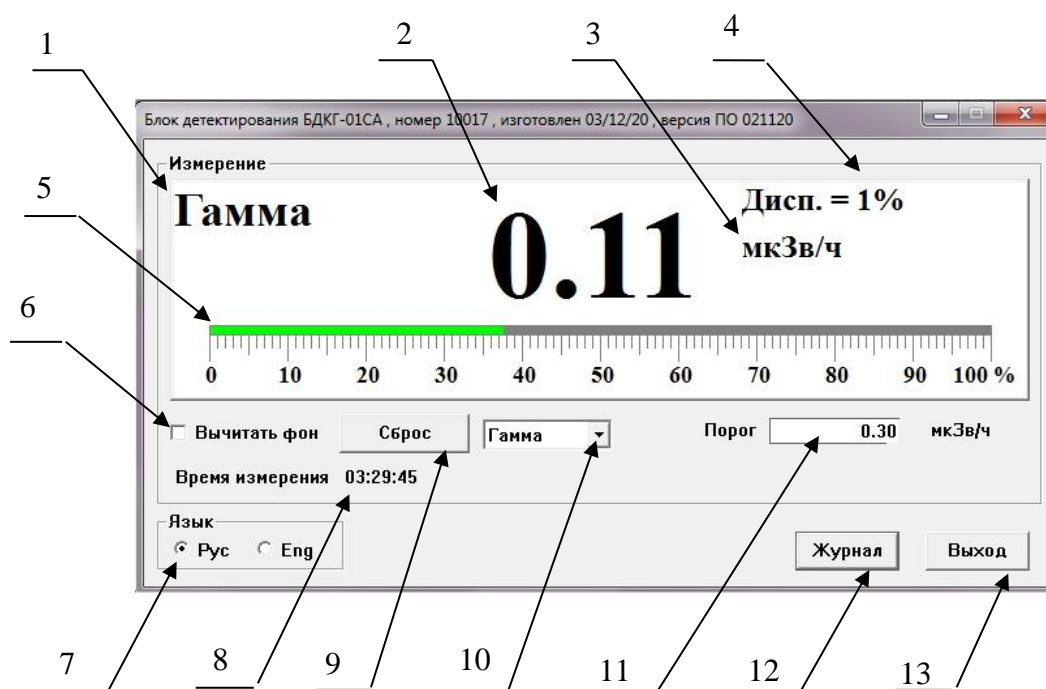
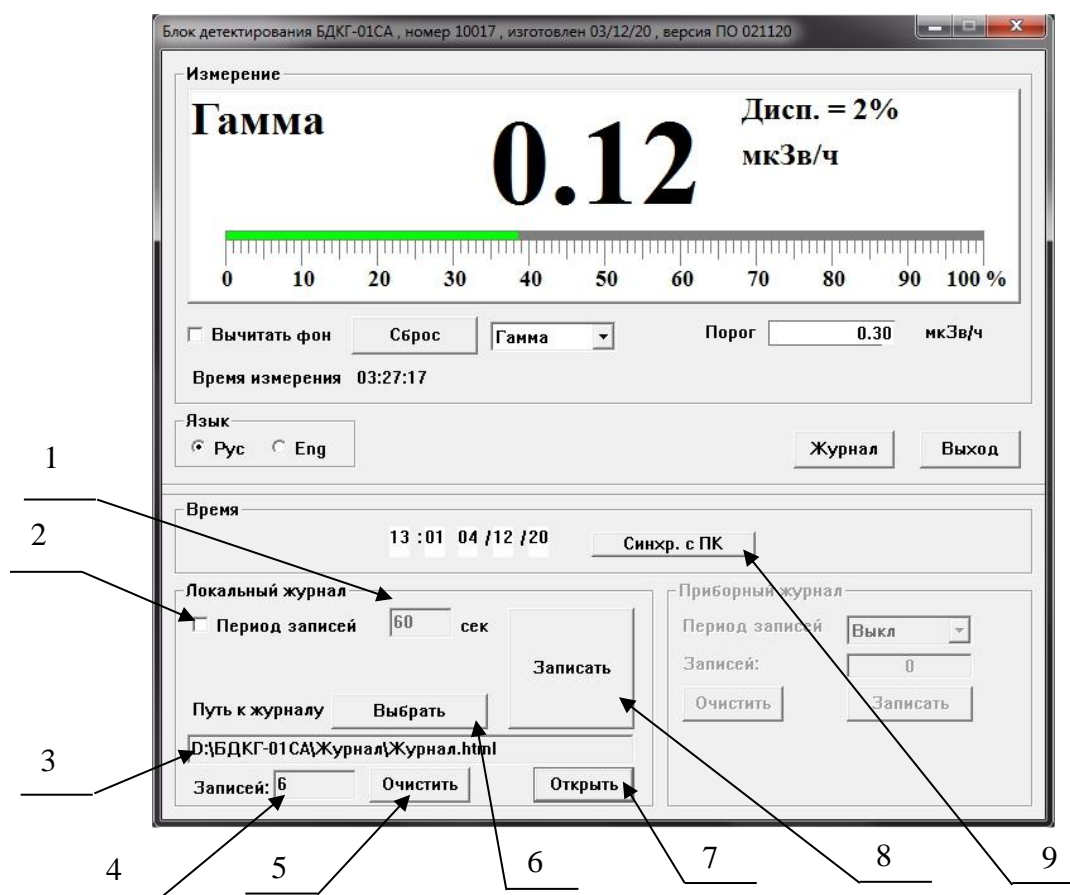

Рис. 9. Окно программы «CONTROL_BD»
Рис.10. Окно настройки параметров журнала программы «CONTROL_BD»
2.4.3 Запустите программу «CONTROL_BD» двойным кликом левой кнопкой мыши по иконке программы. На экране появится Окно программы Рис. 9.
2.4.4 Выберите необходимый режим измерения «ГАММА», «ДОЗА» или «ПОИСК» в окне 10 (Рис. 9)
2.4.5 Для автоматического вычитания фона дождитесь требуемой статистической погрешности и поставьте галочку в окне 6 (Рис. 9). При этом значение вычитаемого фона будет отображаться в поле интерфейса программы. Это значение фона будет вычитаться из всех последующих измерений в выбранном режиме работы.
2.4.6 Установите необходимый порог сигнализации для выбранного режима измерения 11 (рис. 9) и нажмите «Enter».
2.4.7 Для начала нового измерения нажмите кнопку «Сброс» 9 (Рис. 9).
2.4.8 Для настройки параметров журнала нажмите кнопку «Журнал» 12 (Рис. 9). При этом откроется область для настройки режимов записи результатов измерения в журнал Рис. 10.
2.4.9 Для создания файла журнала нажмите кнопку «Выбрать» 6 (Рис. 10).
- в адресной строке программы «CONTROL_BD» появится путь к созданному журналу 3 (Рис. 10).
2.4.10 Для того, чтобы открыть уже существующий файл журнала, нажмите кнопку «Выбрать» 6 (Рис. 10).
2.4.11 Для синхронизации времени и даты записей в журнале с ПК нажмите кнопку «Синхр. с ПК» 9 (Рис. 10).
2.4.12 Для задания периодической записи через равные промежутки времени поставьте галочку в окне «Период записей» 2 (Рис. 10).
- задайте в окне 1 (Рис. 10) необходимую периодичность записей в секундах;
2.4.13 Для однократной записи в журнал нажмите кнопку «Записать» 8 (Рис. 10);
2.4.14 Для удаления всех записей в журнале нажатием кнопки «Очистить» 5 (Рис. 10).
2.4.15 Для просмотра записей в журнале нажмите кнопку «Открыть» 7 (Рис. 10).
13 (Рис. 9).
- нажмите кнопку «Сбросить дозу» (Появится вместо кнопки «Сброс» 9 (Рис. 9))